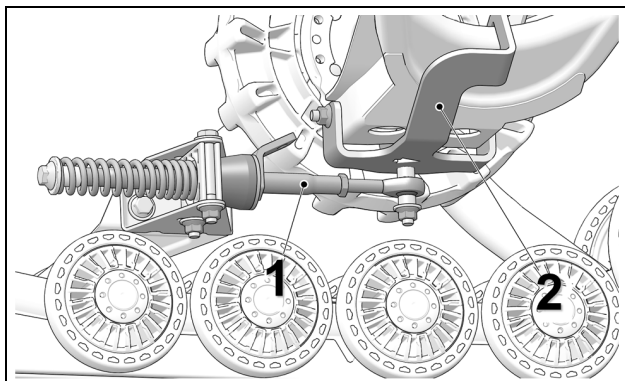

Figure 13
- Le bras stabilisateur (1) doit être fixé à l'ancrage arrière (2) installé au véhicule. Figure 13.